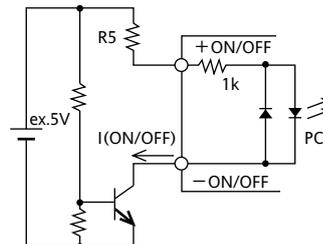

図10-3 ON/OFFコントロール接続方法(C)
C. 他の電源の出力にてON/OFFコントロールを行う場合必要に応じて、図10-3のように電流制限抵抗R5を接続して下さい。